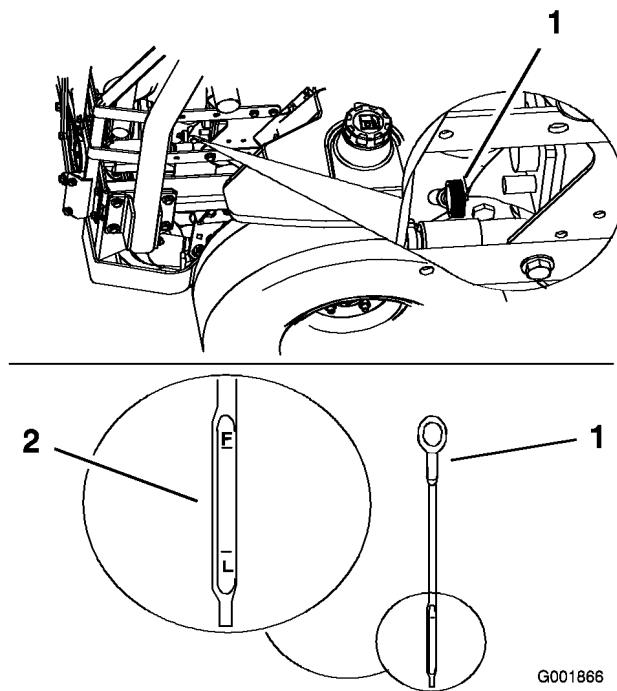

Figura 42
3. Pulite attorno all'asta di livello (Figura 42) in modo che la morchia non possa penetrare nel foro di rifornimento e danneggiare il motore.
4. Estraete l'asta di livello dell'olio e pulite l'estremità metallica (Figura 42).
5. Inserite a fondo l'asta di livello nel tubo. Estraete l'asta e controllate l'estremità metallica (Figura 42). Se il livello dell'olio è basso, versate lentamente dell'olio nel foro di rifornimento, quanto basta per portarlo al segno di pieno.